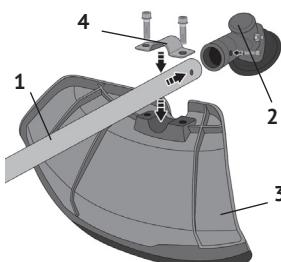

рис.4
- вставить штангу (рис.4 поз.1) с валом в отверстие редуктора (рис.4 поз.2);
- совместив крепёжные отверстия кожуха (рис.4 поз.3) с отверстиями хомута крепления (рис.4 поз.4), соединить их болтами. Затянуть болты крепления шестигранным ключом.